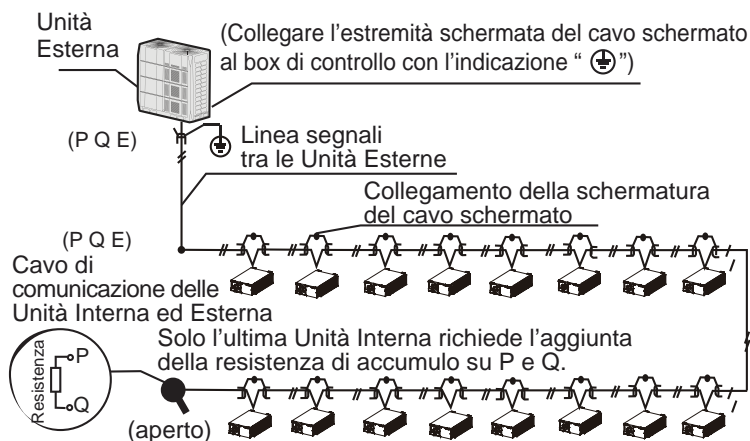

Fig. 7.6
- ♦ Il cablaggio di comunicazione tra le Unità Interna ed Esterna deve essere effettuato un'Unità dopo l'altra, in una catena che parte dall'Unità Esterna fino all'Unità Interna finale. La schermatura deve essere collegata alla Terra in modo corretto; una resistenza di accumulo deve essere aggiunta all'Unità Interna, per migliorare la stabilità del sistema di comunicazione (vedi Fig. 7.6).